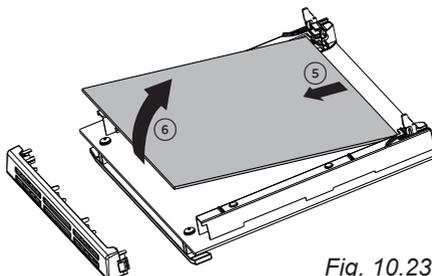

Fig. 10.23
- Levante y extraiga suavemente el vidrio intermedio soltándolo de las ranuras de enganche inferiores (fig. 10.23).